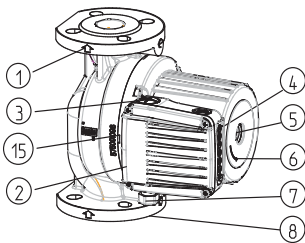

Abb.2
- Die Durchflussrichtung des Fördermediums muss mit dem Pfeil auf dem Pumpengehäuse übereinstimmen (Abb. 2 – Pos. 1).
- Anschlussflanschen sind NP 6/10 (Abb.2 – Pos.8)
- GHN (basic, auto), GHNM (basic, auto) – Pumpen verfügen über ein einfaches Hydraulikgehäuse (Abb.2 – Pos.8)
Das Hydraulikgehäuse der Pumpe darf nur bis zum Spalt zwischen dem Motor und dem Hydraulikgehäuse isoliert werden. Öffnungen zur Kondensatableitung aus dem Statorraum müssen immer frei bleiben, dass gleiche gilt für den Einsatz der Pumpe in Heizsystemen, wenn eine Wärmeisolierung des Hydraulikgehäuses vorgenommen wird (Abb. 2, 3, Pos. 15). Das Elektromotorgehäuse, in dem sich Öffnungen zur Kondensatableitung befinden, darf nie isoliert werden!
Der Einspeiseleiter wird über die Einführung M20 (Abb.2 – Pos.7) angeschlossen.
Bei Pumpen des Typs GHN (basic, auto), GHND (basic, auto), GHNMD (basic, auto), GHNMD (basic, auto) liegt der Rotor im Wasser, in besonderen wassergeschmierten Lagern. Darum muss vor der Inbetriebnahme die Pumpe mit Wasser gefüllt und entlüftet werden. Zur Entlüftung der Pumpen wird die Schraube auf der Hinterseite des Elektromotors (Abb.2-Pos. 5) herausgeschraubt. Aus der Spalte zwischen der Motorwelle und dem Lager strömt Luft heraus. Wenn Wasser heraustropft, schließen sie die Ventile auf der Ansaug- und Druckseite der Pumpe und starten sie die Pumpe. Die eingebaute Anzeige zeigt ein Drehen der Pumpenachse in die falsche Richtung mit mehrfachen Blinken des roten Lichtes an.
Jede Pumpe kann Bereiche von drei hydraulischen Charakteristiken abdecken. Um das zu erreichen, hat sie einen Elektromotor mit drei verschiedenen Drehzahlen eingebaut. Um gewünschte Charakteristik bzw. Geschwindigkeit auszuwählen, **1 2 3** hat die Pumpe einen Knopf  Knopf (Abb. 2, Pos. 4), mit dem man zwischen den Geschwindigkeiten wählt. Einstellung der Geschwindigkeiten bei Pumpentypen GHN, GHND, GHNM, GHNMD (auto)  kann auf Knopfdruck  manuell bei der Geschwindigkeit **1 2 3** und automatisch  in **A** oder **A** In beiden Fällen funktioniert die Pumpe abhängig von dem Durchlauf bei den Geschwindigkeiten **2 3** automatisch. Bei dem Nachtregime **A** ist noch Mediumtemperatur berücksichtigt und wenn die Mediumtemperatur fällt, schaltet die Pumpe in die Geschwindigkeit **2** Fall ($> 10^{\circ} \text{C}$) oder Geschwindigkeit um **1** Fall ($> 20^{\circ} \text{C}$) ungeachtet auf Durchlauf. Wenn die Mediumtemperatur um $> 20^{\circ} \text{C}$ steigt, ist wieder die Funktionsweise in Verbindung mit Durchlauf ermöglicht. Diese Funktionsweise ist für die Systeme mit Thermoventilen und Systeme geeignet, in denen die Systemtemperatur in der Nacht fällt.
Die Pumpe ausschalten, Ventile an der Druck- und Ansaugseite der Pumpe schließen, Entlüftungsschraube ausschrauben, einen Schraubenzieher (Abb. 2-Pos.5) in den Schlitz auf der Welle stecken und diese so lange drehen, biss kein Widerstand mehr fühlbar ist. Danach wieder die Entlüftungsschraube einschrauben.